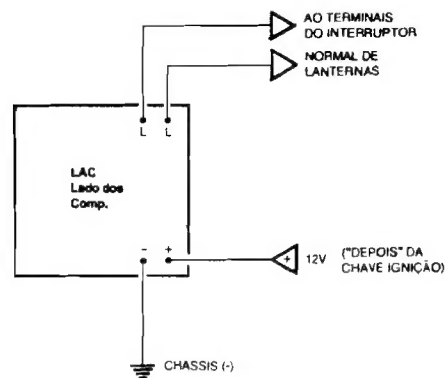

Fig.5
- **FIG. 5 - CONEXÕES EXTERNAS À PLACA** - Simples e poucas, as ligações externas restringem-se à alimentação (ponto "+" aos 12 VCC positivos, e ponto "-" ao negativo ou "chassis" do carro...) e à conexão dos pontos "L-L" ao terminais efetivos do próprio interruptor que originalmente controla as lanternas do veículo... Já foi mencionado, mas vale dizer de novo: os contatos de Saída do relê (pontos "L-L") são totalmente **independentes** de todo o restante do circuito e da sua alimentação, e assim podem ser usados "sem medo", em **qualquer** configuração de acoplamento ao original interruptor das lanternas, não importando se este tem um de seus "lados" normalmente "aterrado" ou "positivado", ou se ocorre a posterior intervenção de um relê original do veículo, etc. Basta, eletricamente, **identificar** os pontos de ligação, e neles conectar os terminais "L-L", através de cabos isolados no conveniente calibre...